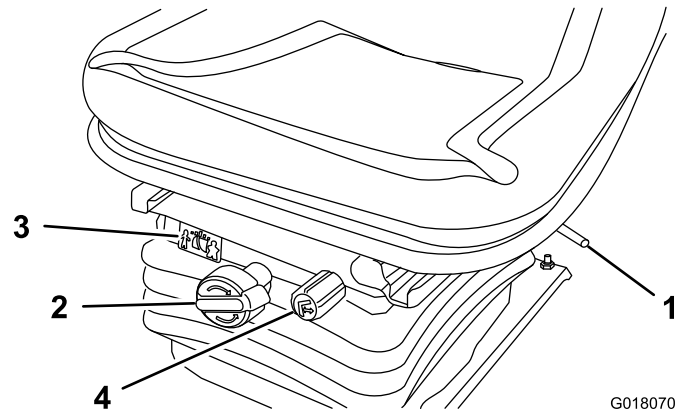

Figura 2
- Alavanca de ajuste - ajuste longitudinal do banco (Figura 2).
- Manípulo de ajuste de peso - Ajuste ao peso do operador (Figura 2).
- Indicador de peso - Indica quando o banco está ajustado ao peso do operador (Figura 2).
- Manípulo de ajuste de altura- Ajuste à altura do operador (Figura 2).